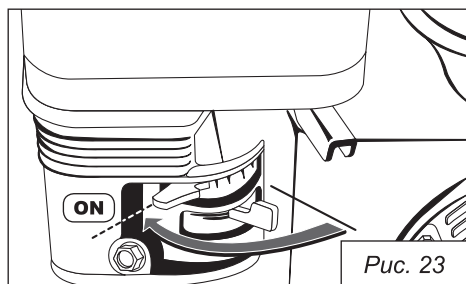

Рис. 23
3. Переведите выключатель в положение «ON» (рис. 23).